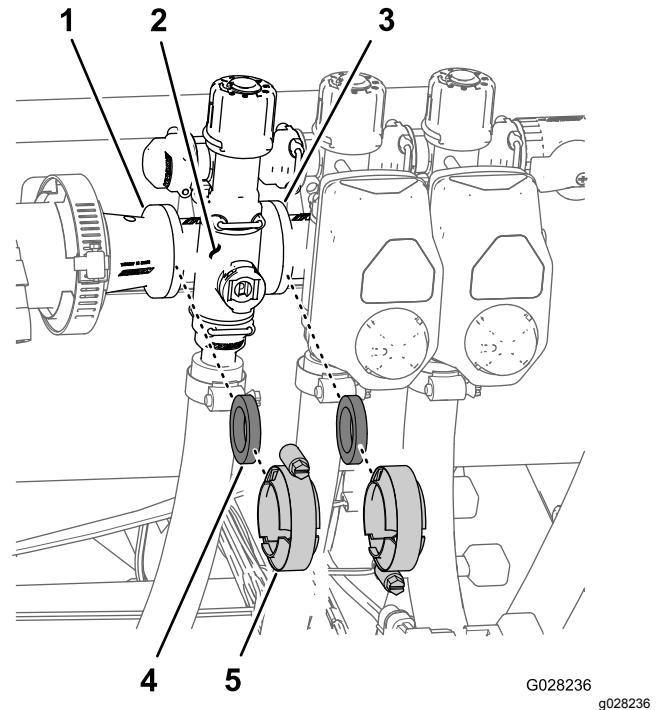

Figure 68
- Déposez les colliers et les joints qui fixent le collecteur de la vanne de section (Figure 68) à la vanne de section adjacente (s'il s'agit de la vanne de section gauche, et accouplement réducteur).